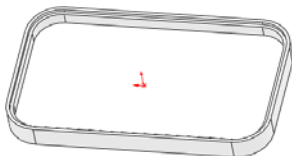

图 6-11 素材文件
- 01 打开素材库中的“第 6 章/6-1 装配凸台.sldprt”文件，如图 6-11 所示。